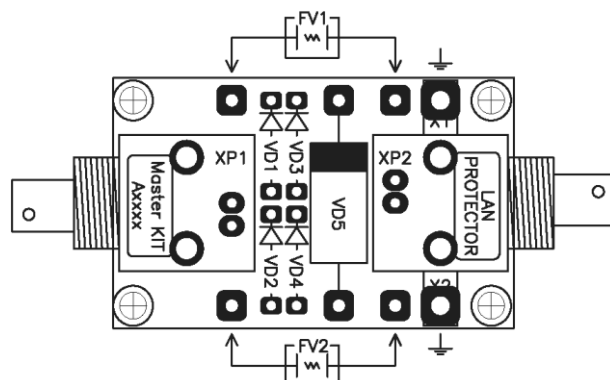

Рис.3 Монтажная схема
3. Установите все детали согласно **рис.3** в следующей последовательности: сначала малогабаритные, а потом все остальные элементы.